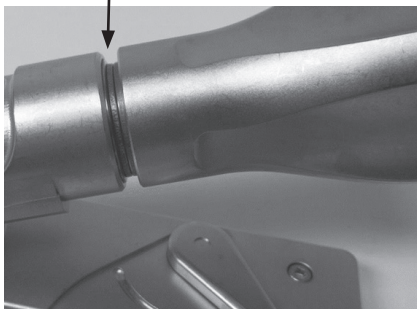

Figure 6 – Exemple de rondelles de compression fermées
3. Positionner l'accessoire conformément aux exigences. Tourner la poignée principale dans le sens des aiguilles d'une montre jusqu'à ce que l'espace entre les rondelles de compression se referme, tel que représenté à la Figure 6. Le rétrécissement de l'espace entre les rondelles indique que la tension du câble recommandée est atteinte comme le montre l'image suivante.